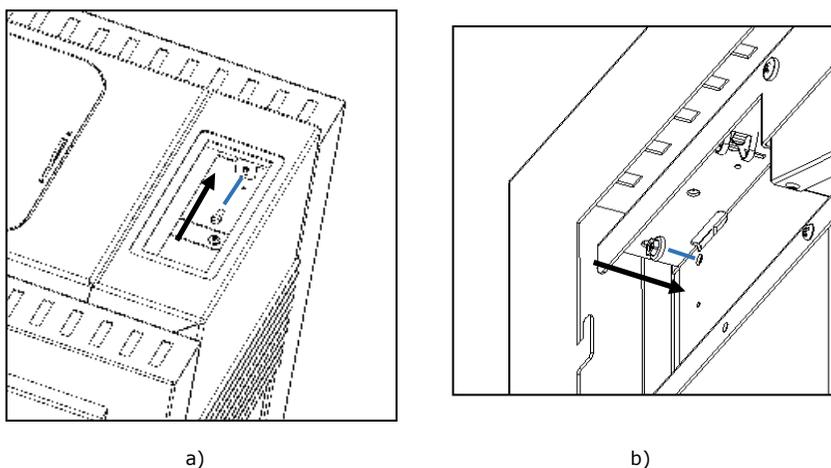

Figura 65 – Fissa del lato strutturale
Nel caso di Alpes K400 utilizzando due viti A (DIN 912 M512) e due dadi B (M5 DIN 6923) nei fori predisposti per tale scopo vedi figura 65-A e B.
r) In caso di Alpes K300 utilizzo due viti A (DIN 7981 4,2x9,5) nel lato di serraggio fori realizzati per questo scopo vedere la Figura 65-C.
Figura 65 c – Fissa del lato strutturale Alpes K300